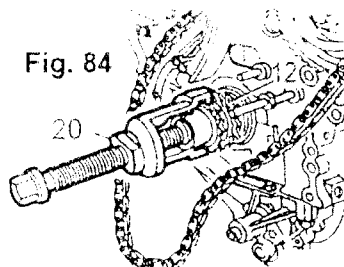

Fig. 84
Desarmar la rueda dentada del eje de motor (12) con el tirador (20) (Fig. 84).